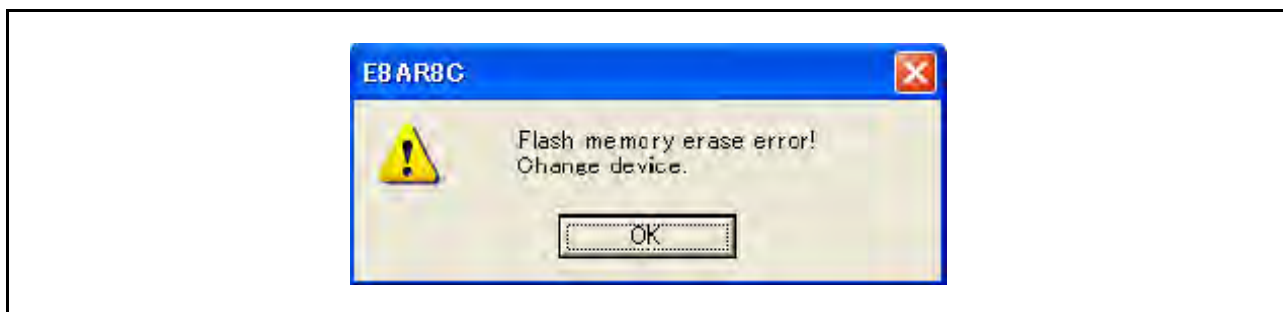

图 3.20 [Flash memory erase error!]（闪存擦除错误！）对话框
2. 如果仿真器未正确初始化，将显示如图 3.20 至 3.24 所示的对话框之一。